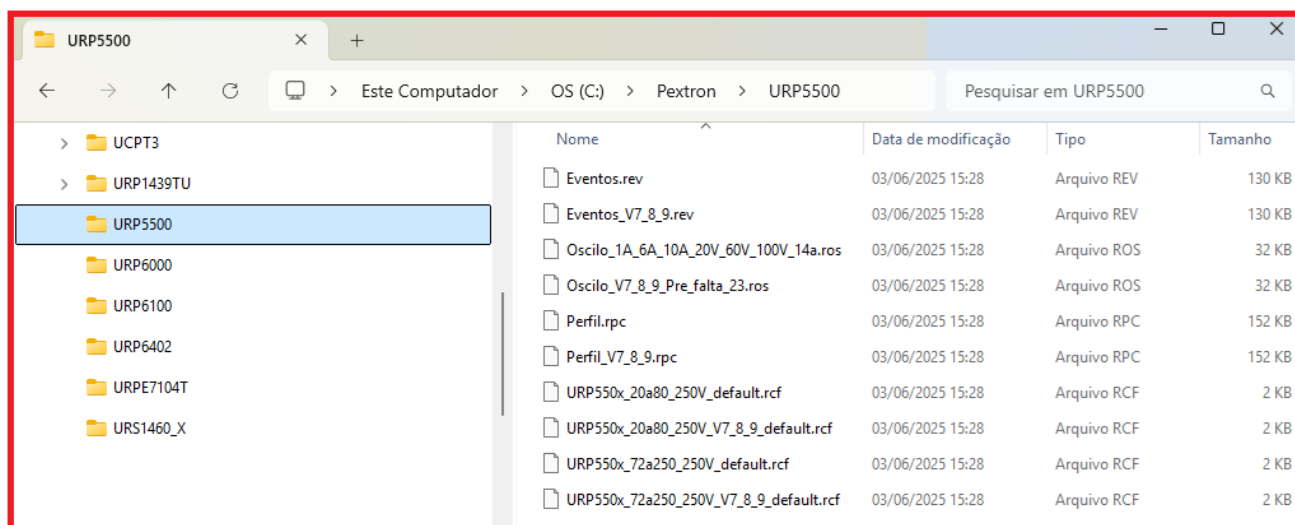

Figura 3.22: Local de armazenagem dos arquivos de trabalho.
f) Os arquivos gerados na utilização do programa são gravados na pasta do relé em C:\Pextron com as extensões mostradas na figura 3.22 e identificadas na tabela 3.9.